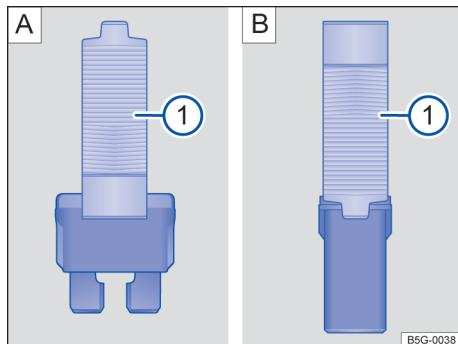

Fig. 171 Retirar ou colocar o fusível com a pinça de plástico: **A**: fusível plano, **B**: fusível de bloqueio. B5G-0038
- Se necessário, retirar a pinça de plástico → Fig. 171 ① da cobertura da caixa de fusíveis.
- De acordo com a versão do fusível, colocar as garras adequadas do alicate plástico → Fig. 171 A ① ou → Fig. 171 B ① lateralmente no fusível.
- Caso o fusível esteja queimado, substituir o fusível por um novo da *mesma* intensidade de corrente (mesma cor e inscrição) e do *mesmo* tamanho → ①.